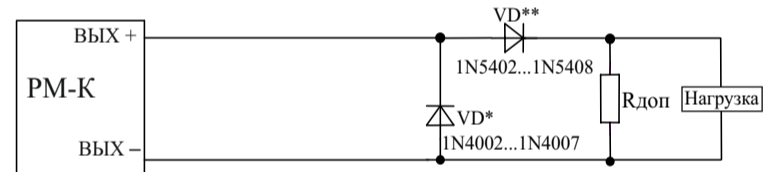

Рисунок 2
5.6 Для обеспечения контроля целостности выходных цепей в разрыв выходной цепи непосредственно к нагрузке должны быть подключены диоды или устройство подключения нагрузки (далее – УПН) (рисунок 2).
5.9 При значении тока, протекающего через нагрузку во включенном состоянии выхода, менее 50 мА, для обеспечения контроля целостности выходных цепей параллельно нагрузке должен быть подключен резистор (R доп) (рисунок 2).
1 – падение напряжения на диоде VD* (рисунок 2), В;